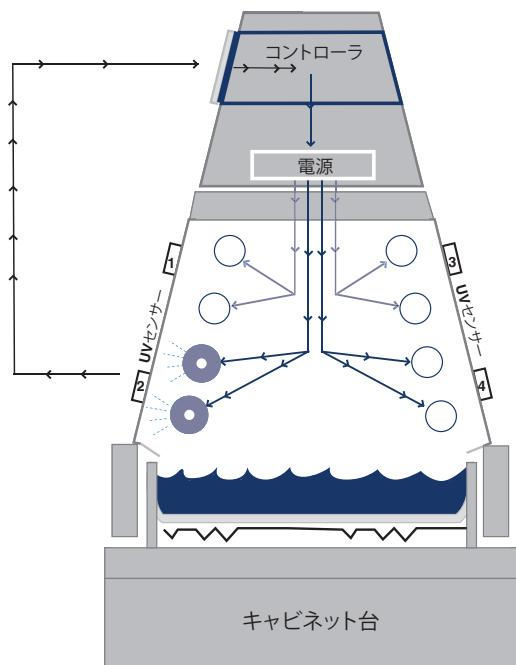

図4－QUV耐候性試験機の
**放射照度の制御。** 正確で再現性のある試験結果を得るには、放射照度(光度)の制御が必要です。ほとんどのQUVモデルには、SOLAR EYE®照度制御システムが装備されています。この精密な光制御システムにより、ユーザーは放射照度のレベルを選択できるようになります。SOLAR EYEシステムの自動フィードバックループシステムがあれば、放射照度を継続的に監視し、正確に維持できます。SOLAR EYEシステムは、ランプへの電力を調整することにより、ランプの経年劣化やその他の変動を自動的に補正します。図4は、SOLAR EYEシステムの仕組みを示しています。